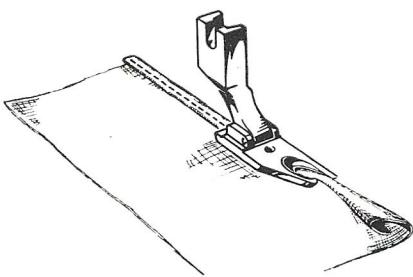

Fig. 34
a) STRAIGHT STITCH HEM (Fig. 34)